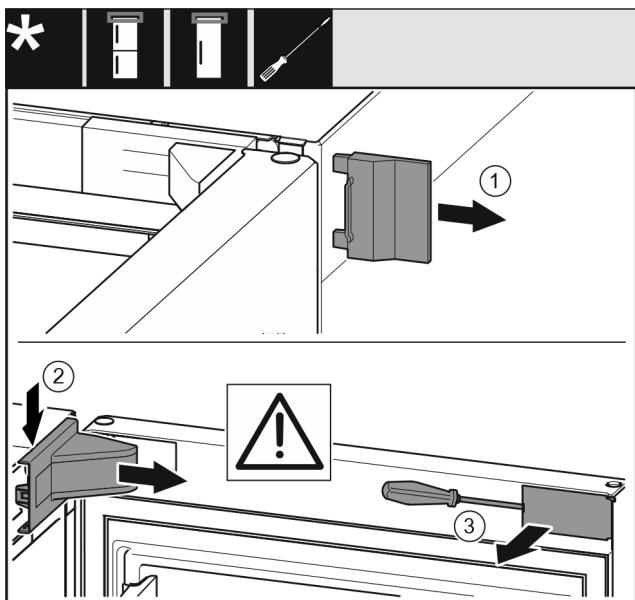

Fig. 6
- Снимите внешнюю крышку. Fig. 6 (1)
► Освободите и отсоедините крышку опорного кронштейна. Снимите крышку опорного кронштейна. Fig. 6 (2)
► При помощи шлицевой отвертки освободите накладку и отведите в сторону. Fig. 6 (3)